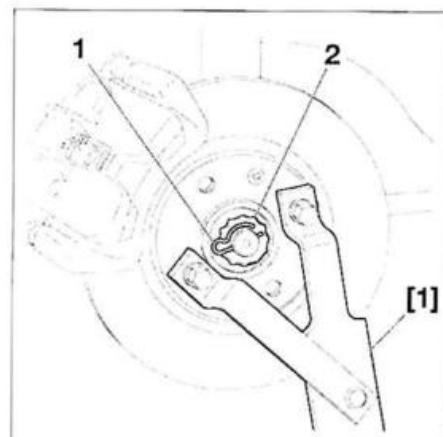

FIG. 9
- Colocar el útil [1] (útil de inmovilización de cubos ref. 6310-T) (fig. 9).